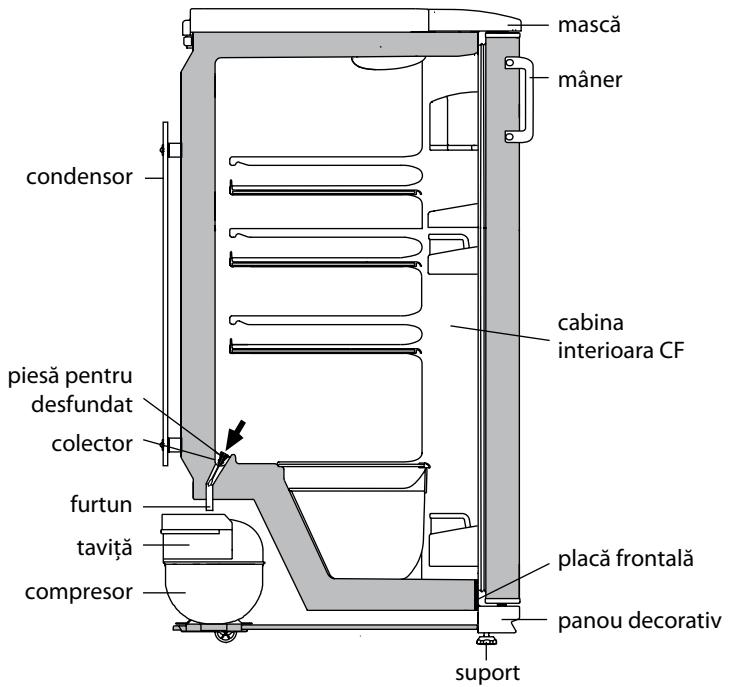

Figura 4 – Schema de scurgere a apei topite CF
2.2.1 In CF este utilizeaza un sistem automat de decongelare. Bruma, care aparea pe peretele din spate a CF, dupa oprirea compresorului ce lucra ciclic, se topeste si se transforma in picaturi de apa. Picaturile de apa topita se scurg in tava, prin gaura – in conducta de ramificatie si intra in vasul compresorului in conformitate cu figura 4 si se evapora.
2.2.2 Este necesar in mod regulat (cel putin o data in 3 luni) sa fie verificat curatenia tavii si sa verificat absenta apei in tava. Prezenta apei in tava indica infundarea a sistemului de drenaj. Pentru a elimina blocajul, curatati gaura din tava cu o perie, astfel ca apa fara obstacolsa scurga in vas, spalati peria si instalati-o on conformitate cu figura 4.
SE INTERZICE utilatia frigiderului cu un sistem de drenare infundat. Apa, care a aparut in partea de jos a CF sau ce a aparut in locul de contact cu placa frontală a cabinei interioare a CF, in conformitate cu figura 4 poate cauza corodarea cabinei exterioare a frigiderului, poate afecta izolatia termica, poate duce la formarea fisurilor cabinei interioare a frigiderului si defectarea frigiderului.